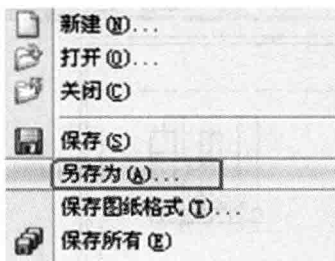

图 1-2-9
7) 将改动后的文件进行保存。单击“文件”, 在对话框中单击“另存为”, 参见图 1-2-9。注意暂时不要用保存, 除非你对作图过程能够保证不出问题或者操作熟练后才能应用。